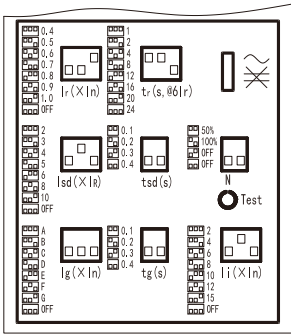
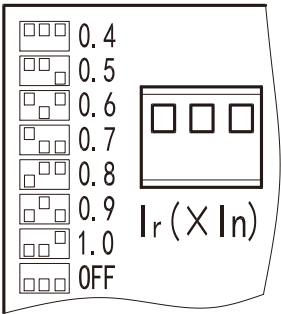

图86 四段保护调节拨码
图88 Ir=0.4In
② 设置状态：四段保护设定值由拨码调节设定，将拨码按照其左侧形状进行上下调节，则可实现对应参数的更改，示例见图86~图88更改保护参数须在缺省界面进行，若不在缺省界面进行更改保护参数，则修改之后须按“返回”键，设定值才能实现变更。